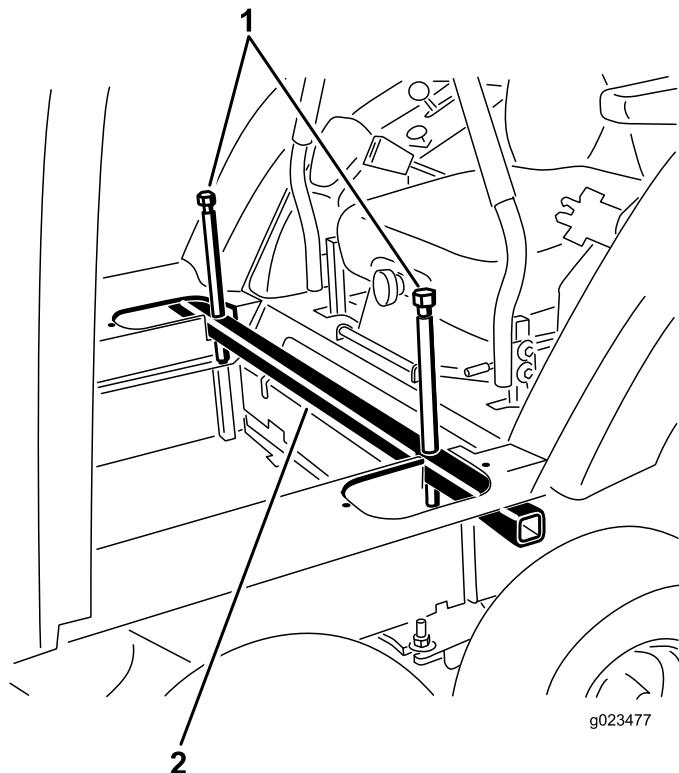

Figure 24
11. Abaissez la cabine en position en desserrant lentement les boulons de levage à chaque extrémité du tube de levage (Figure 24).